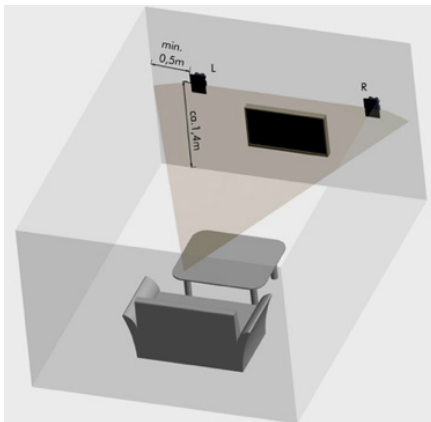

Abb. 1
- 3) Bei einer Stereo-Installation (hierfür sind zwei Lautsprecher erforderlich) sollten Sie die Einbaulorte so wählen, dass sich der von Ihnen bevorzugte Hörplatz im sog. Stereo-Dreieck befindet. D.h. Sie sitzen im Idealfall an einer Spitze eines gedachten gleichseitigen Dreiecks. Die beiden anderen Spitzen werden von den Lautsprechern gebildet (Abb. 1).